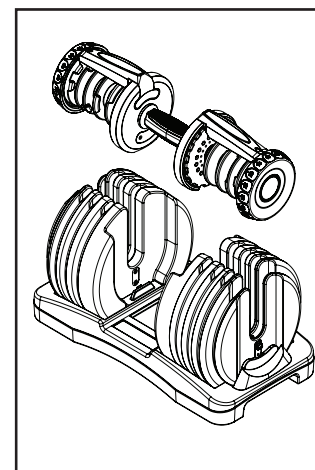

Figura 2
2. Dovresti essere in grado di estrarre l'impugnatura dalla base lasciando tutte le piastre di peso al loro posto (Figura 2).